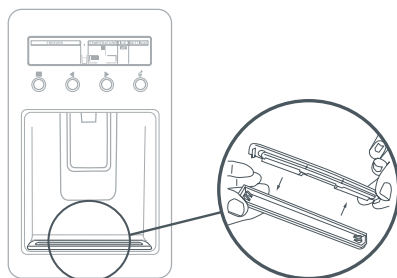

Fig.25 Nettoyage du plateau d'égouttage
- Pour nettoyer le plateau, retirez-le du panneau de distributeur et séparez les deux morceaux (voir Fig. 25).